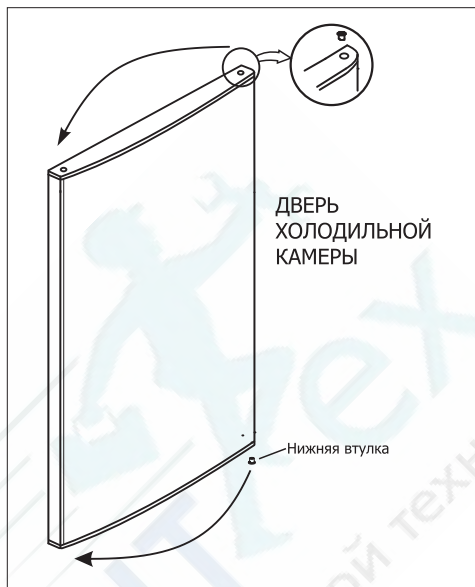

Рисунок 6.
**5** - Снимите верхнюю втулку с правой стороны двери холодильной камеры и вставьте ее в левое отверстие. Снимите нижнюю втулку и перенесите ее на левую сторону. (Рис. 6).